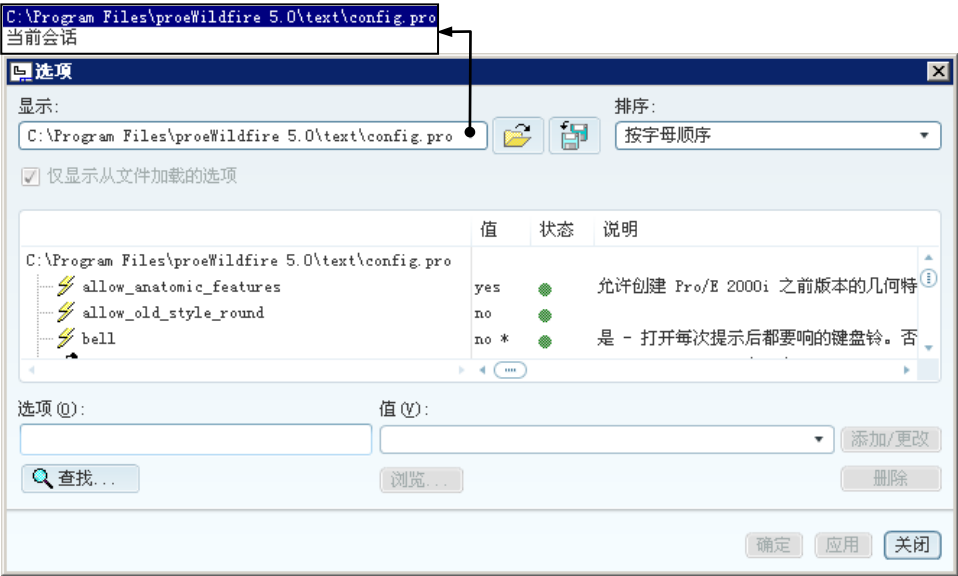

图 5.5.5 “选项”对话框（一）
Step3. 此时系统弹出图 5.5.5 所示的“选项”对话框，在 **显示:** 下拉列表中选择 **当前会话** 选项。